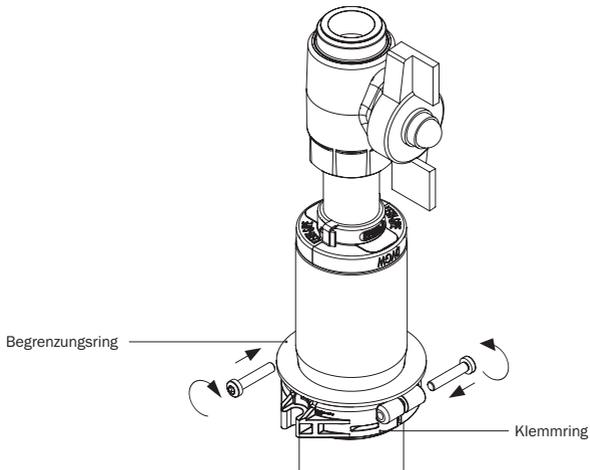

Abbildung 25.12: Klemmring verschrauben
- Nun den Klemmring mit den beiliegenden Schneidschrauben (6 mm) mit einem Steckschlüssel mit Innensechsrund TX 30 (Torx) verschrauben, so dass der Klemmring fest unterhalb des Begrenzungsringes sitzt (s. Abbildung 25.12).